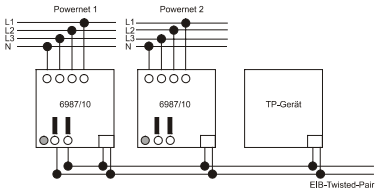

Bild 3
2. Bussspänningsförsörjning över intern spänningsförsörjning: Systemkopplaren har en intern spänningskälla, som ställer en strypt utgångsspänning på $24\text{ V} \pm 5\text{ V DC}$ till förfogande. Över denna spänningsförsörjning kan upp till 5 ytterligare apparater (systemkopplare eller EIB-TP-apparater) försörjas (t.ex. för koppling av flere Powernet-områden). För systemkopplarens egenförsörjning måste utgångsspänningen på bussanslutningsklämmorna kopplas med brygga (s. bild 3).